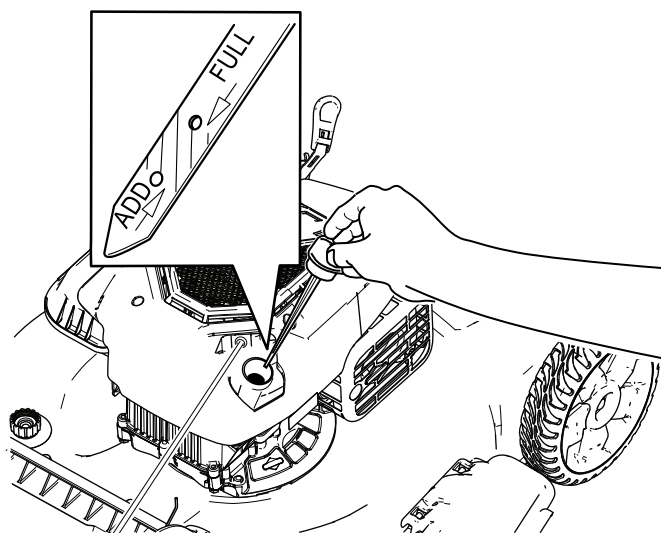

Figure 23
3. Tournez le bouchon dans le sens antihoraire et sortez la jauge (Figure 23).
10. Vérifiez le niveau d'huile indiqué par la jauge (Figure 23).